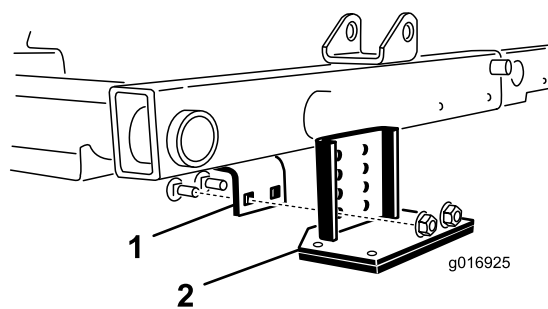

Figura 30
- 2. Individuate la staffa sul telaio, sopra l'apparato di taglio centrale (Figura 30).
- 3. Premendo verso il basso il rullo anteriore dell'apparato di taglio centrale, individuate quali fori della staffa di inclinazione si allineano ai fori della staffa portante sul telaio in modo da ottenere lo stesso contatto con il rullo anche quando è montata la staffa di inclinazione (Figura 30).
- 4. Abbassate gli apparati di taglio e montate la staffa di inclinazione sul telaio con i 2 bulloni a testa tonda e i 2 dadi in dotazione con il kit (Figura 30).